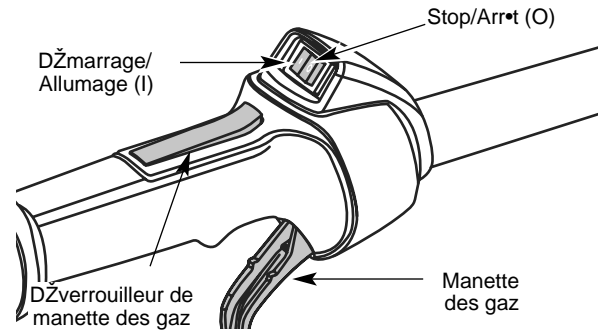

Fig. 20
REMARQUE : Il nÕest pas ncessaire de faire dmarrer la machine. La commande On/Off (Arrt/Marche) est en position ON (I) en permanence (Fig. 20).
2. Appuyez sur la commande Marche/Arrt Stop et maintenez-la en position ARRæt(O) jusqu' ce que le moteur sÕarrte compltement (Fig. 20).